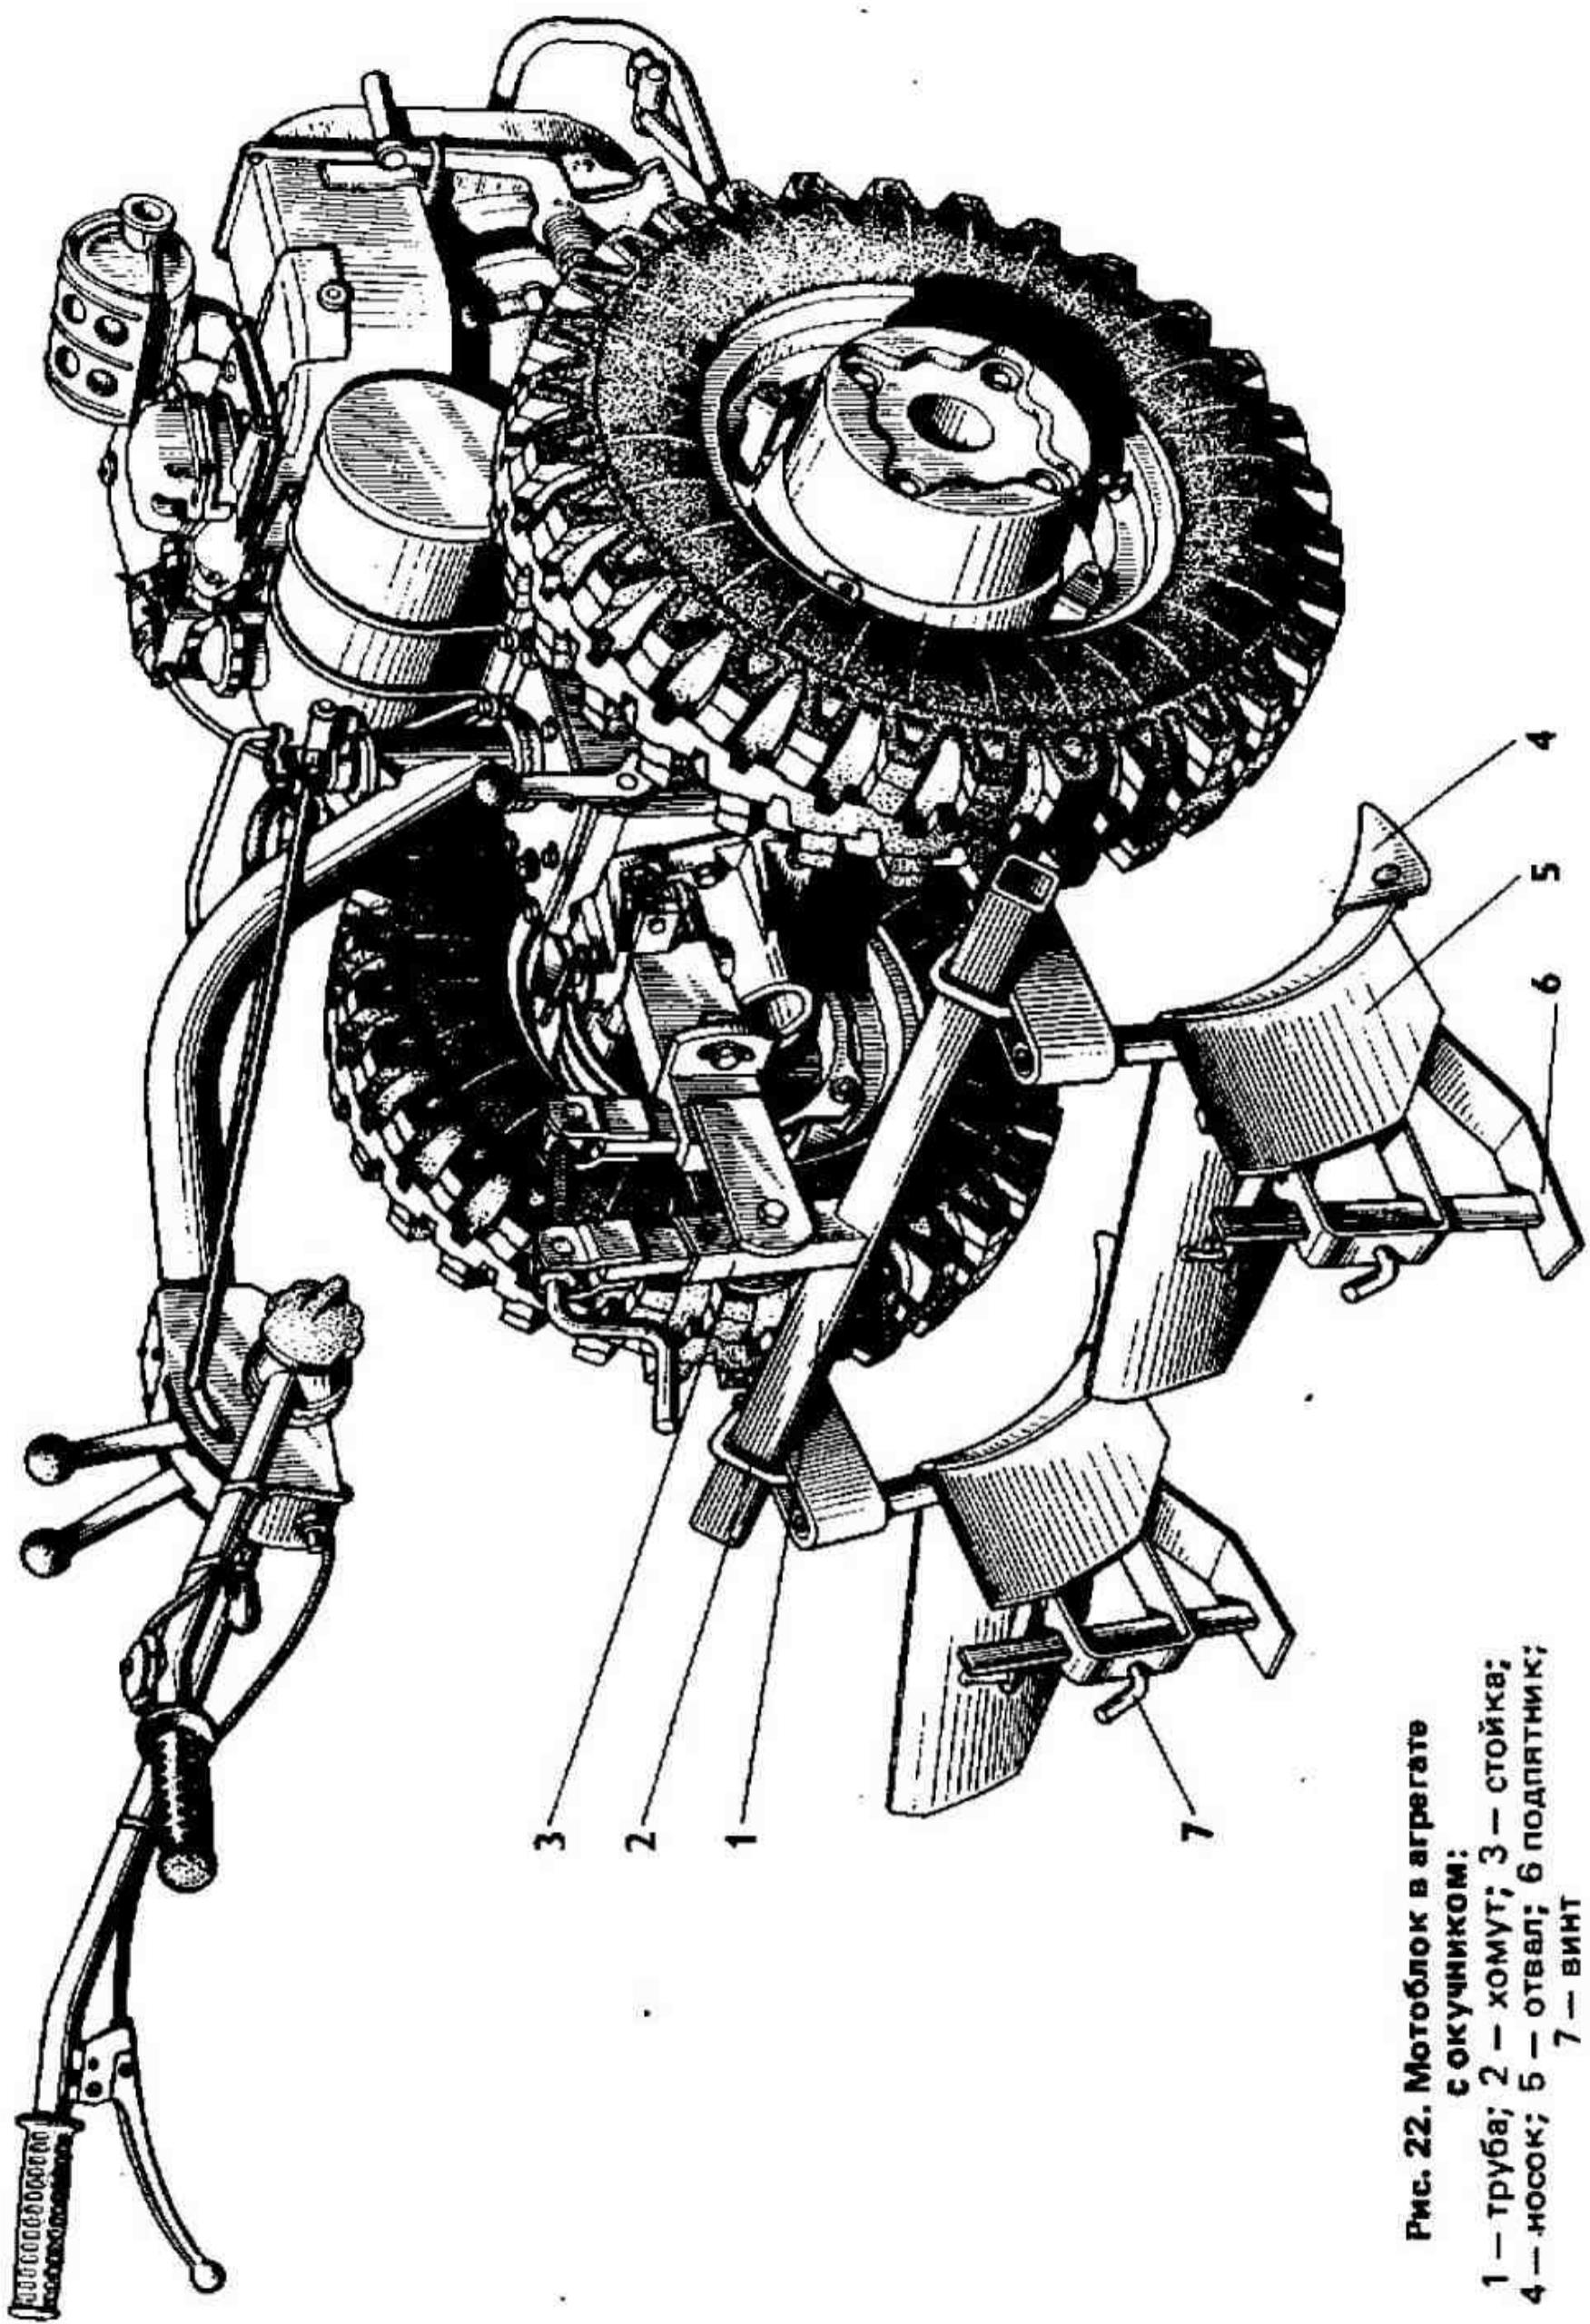

Рис. 22. Мотоблок в агрегате сокуничком:
7.4.1. Подсоедините к мотоблоку окучник (рис. 22).